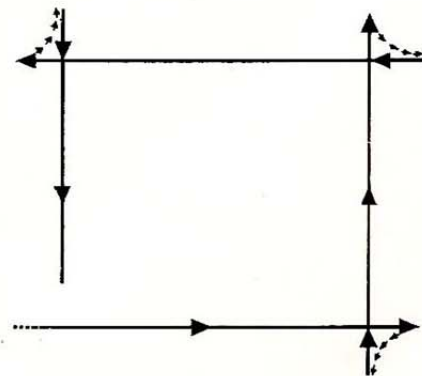

Fig. 32
- Soit tourner autour de la pièce, en effectuant, à chaque coin, 1/4 de tour en marche arrière (fig. 32) en maintenant la lame légèrement relevée de façon à reprendre la bande suivante.